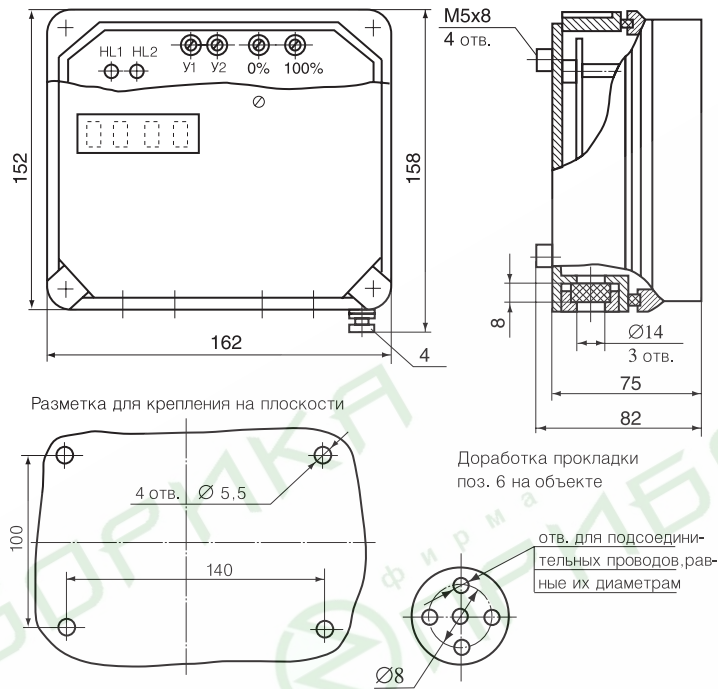

Рис. 2
Первичный преобразователь (см. рис.2...8) состоит из чувствительного элемента (ЧЭ) 1, корпуса 2, электронного блока 3, и имеет наружный винт заземления 4.
- Разметка мест для крепления ПП производится в соответствии с рис.2...8. ПП устанавливают на резервуаре с контролируемой средой вертикально. Допускается установка ПП-264, ПП-265, ПП-266 под углом 45° к вертикали.
- ПП устанавливается так, чтобы контролируемый уровень находился в диапазоне контроля ЧЭ (см. рис.2...8) и вне мест, где возможны постоянные залегания контролируемой среды, образования воздушных пробок.